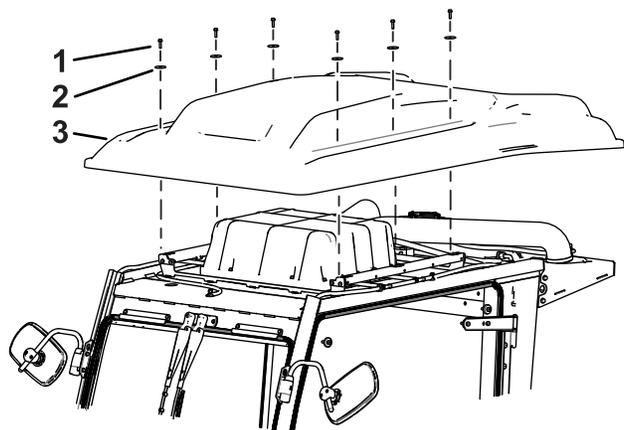

Figura 1
1. Rimuovete il tetto della cabina come illustrato nella Figura 1.